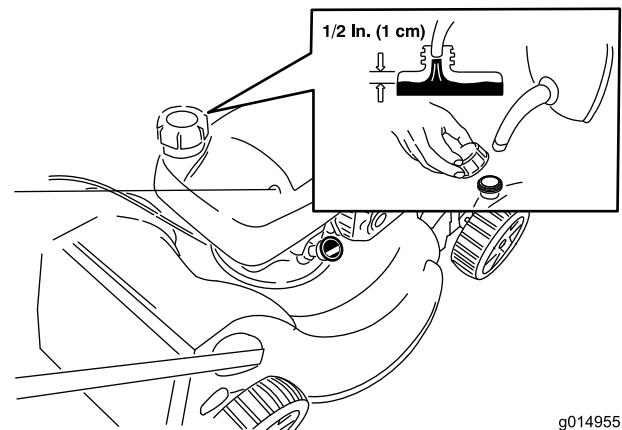

Figure 13
**Remarque:** Faites le plein avec de l'essence sans plomb ordinaire fraîche d'une marque réputée (Figure 13).